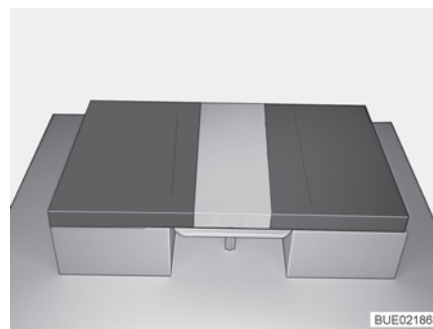

Fig. 105 Dopo la trasformazione
- Posizionare un cuscino dello schienale tra il cuscino del divano e il tavolo (vedi Fig. 105).